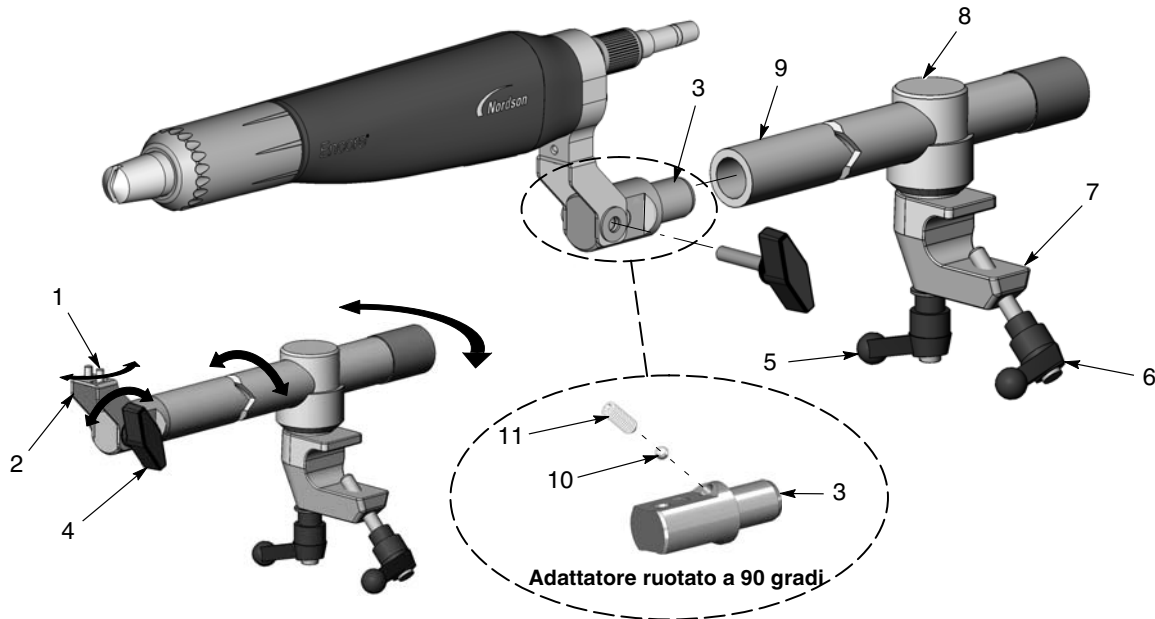

Figura 4 Montaggio della pistola con montaggio su barra
Vedi figura 4. Installare l'adattatore per il montaggio su barra della pistola (3) nell'estremità dell'asta di regolazione (9) e fissarlo stringendo la vite di arresto (11) con una chiave esagonale da 4 mm. Per il P/N della barra pistola consultare pagina 48.
- Per muovere la punta della pistola da un lato all'altro allentare la vite a bottone destra (1).
- Per inclinare la punta della pistola in su o in giù allentare la manopola di inclinazione (4).
- Per girare l'asta di regolazione sull'asse del corpo di bloccaggio (8) o nel corpo di bloccaggio allentare la maniglia di rotazione (5).